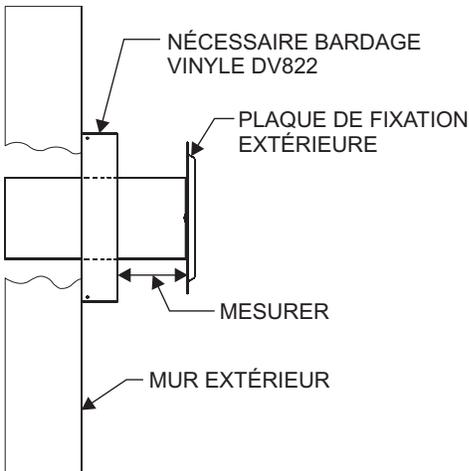

Figure 56
5. Attacher le tuyau d'admission à la plaque de fixation extérieure. Aligner les attaches Tinnerman sur les pattes du tuyau d'admission avec les trous sur la plaque de fixation extérieure et fixer avec deux (2) vis n°10 x 1/2 po.
6. Une fois que le nécessaire pour bardage en vinyle est posé (le cas échéant), introduire le tuyau de 168 mm (6-5/8 po) de diamètre muni de la plaque de fixation extérieure dans le trou qui traverse le mur. Le raccorder au collier du foyer ou du système d'évacuation rigide. Mesurer la distance entre le mur ou le nécessaire pour bardage en vinyle et la plaque de fixation extérieure (Figures 56 et 57).